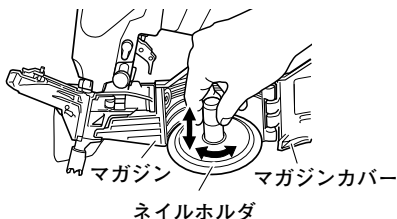

図 7
- 使用する釘の長さに合わせてネイルホルダの高さ位置を調整します。(図7)